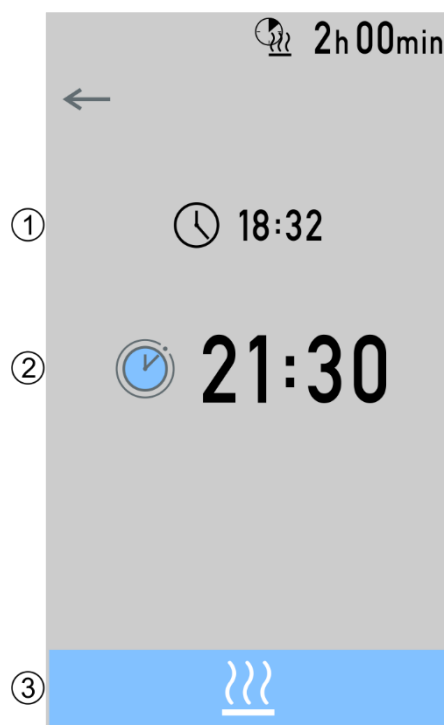

Рис. 3: Установка таймера
2. Проверьте время старта. (Рис. 3). Настройте, если нужно.
4. Нажмите символ выбранного режима (Рис. 3) для подтверждения установки таймера.